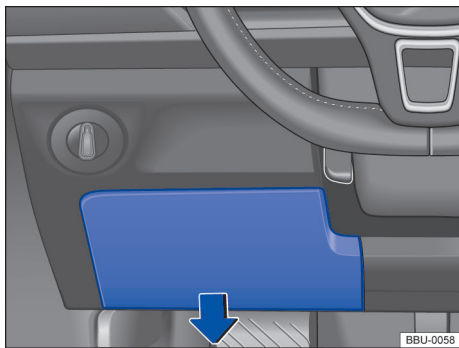

Fig. 146 À esquerda, ao lado do volante: Cobertura da caixa de fusíveis no painel de instrumentos.
- Puxar a cobertura para baixo e remover → Fig. 146 (seta).
- *Instalar*: pressionar a cobertura no sentido contrário ao da seta nos alojamentos do painel de instrumentos, até que encaixe de forma audível → Fig. 146.